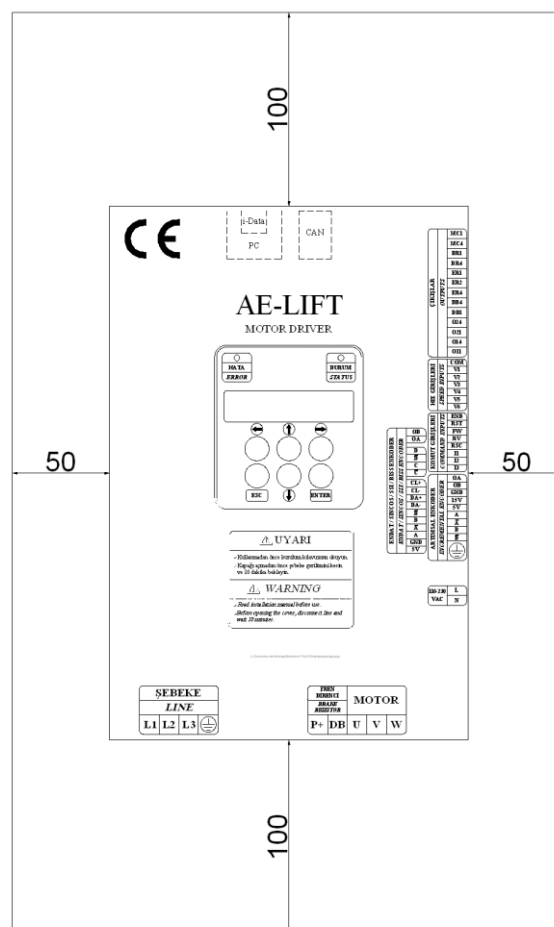

Abbildung 1.1 Mindestabstände bei Installation
- Betreiben Sie das Gerät ausschließlich mit angeschlossenem Schutzleiter (PE)!
- Um eine ausreichende Luftzirkulation zu gewährleisten, halten Sie zur linken und rechten Seite mindestens 50 mm Abstand. Zur oberen und unteren Seite sind mindestens 100 mm Abstand (Abbildung 1.1) zu halten.